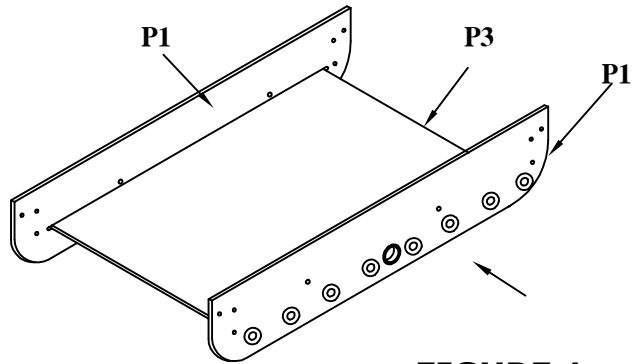

FIGURE 1
- 1 SLIDE PLAYFIELD **P3** INTO THE GROOVE ON THE SIDE PANELS **P1** WITH GRAPHICS FACING DOWN. SEE **figure 1**.